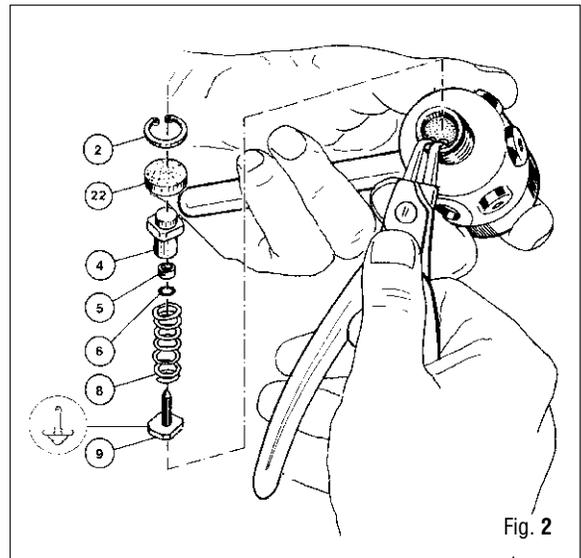

Fig. 2
- A. Con la llave de Allen (B-8) de 6 mm, destornillar la inserción de la conexión DIN (51) y quitar de ésta el O-ring (23) y (50).
- B. Extraer la virola de bloqueo (49).
- C. Con la llave (B-16), destornillar el racor de la conexión DIN (48) y quitar el O-ring (23).
3. Usando la pinza para anillos elásticos (B-14), extraer del cuerpo de la Primera Etapa (1), el seeger (2), el filtro sinterizado (22) la cámara HP completa (4+5+6), el muelle (8), la válvula (9) y el vástago (12). (Fig. 2).
4. Quitar el O Ring (6) de la cámara HP.